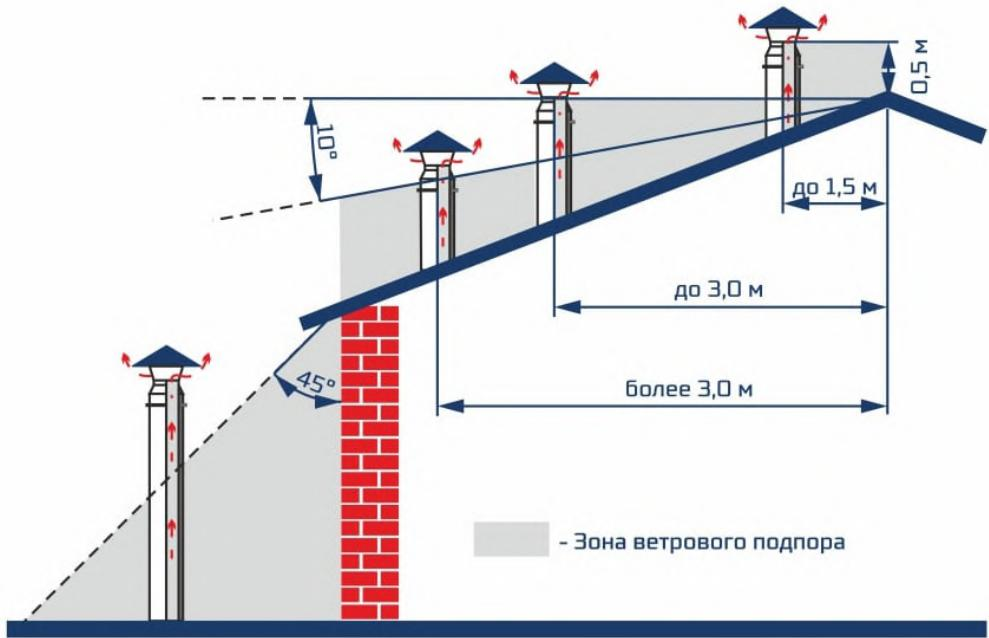

Рисунок 6 - Вылет трубы дымовой трубы в зависимости от конструкции кровли
- 18.15 Для получения нормального режима горения топлива и создания тяги необходимо иметь прямую дымовую трубу. В случае необходимости допускается прокладывать горизонтальные газоходы (борова) длиной не более 1,5 м. Высоту дымовой трубы над крышей (в зависимости от расстояния ее до конька крыши) рекомендуется выполнить как показано на рис. 6.